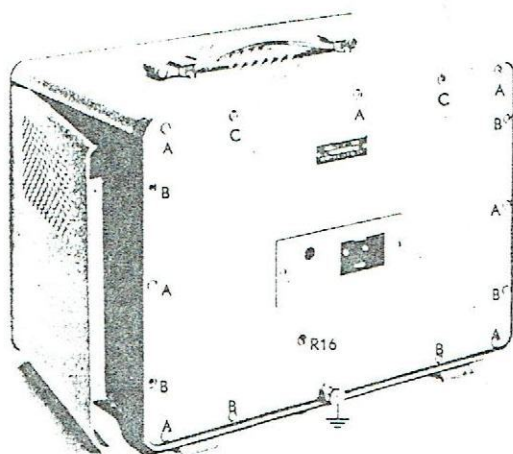

Fig. 8
On peut l'enlever après avoir desserré les 7 vis „A” (fig. 8) et la borne de masse.
- Faire glisser la plaque légèrement vers l'avant et la sortir du châssis (fig. 8).